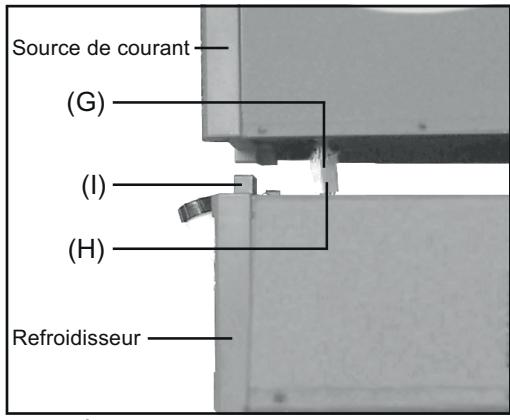

Fig. 12 Établir la connexion
- [19]** Tirer la prise de connexion (H) de la source de courant aussi loin que possible à travers l'ouverture sur la face inférieure (Fig. 12)
- [20]** Établir à nouveau la connexion (G) entre la source de courant et le refroidisseur (Fig. 12)
- [21]** Placer la source de courant avec précaution sur le refroidisseur (Fig. 12)
- [22]** Fixer la source de courant sur le refroidisseur à l'aide de deux vis à six pans creux respectivement à l'avant et à l'arrière (Fig. 12)